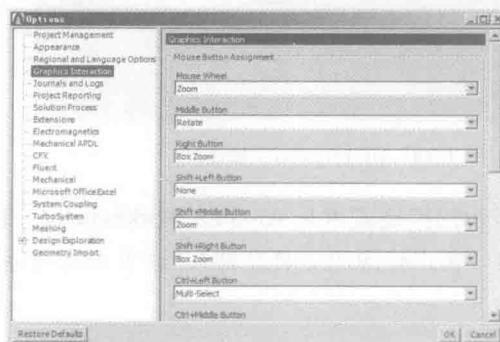

图 1-19 Graphics Interaction 选项卡
**Graphics Interaction (几何图形交互) 选项卡:** 在如图 1-19 所示的选项卡中可以设置鼠标对图形的操作，如平移、旋转、放大、缩小、多体选择等操作。